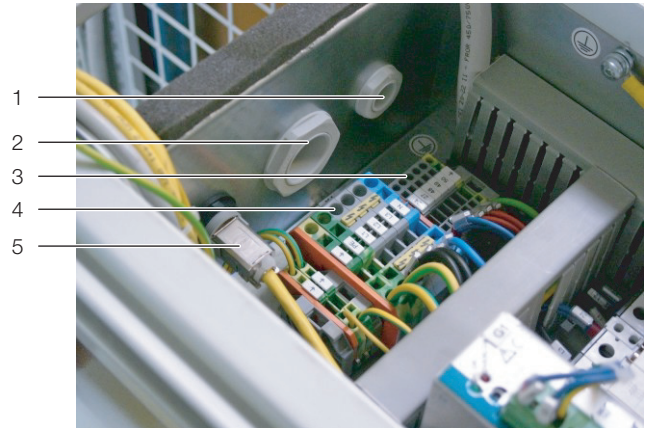

Рис. 25: Клеммы подключения в боксе для электроники
- Если Вы хотите включать и отключать LCP DX с помощью удаленного выключателя: в боксе для электроники удалите перемычку между клеммами 24 и 27 ("Remote On-Off") и подключите к ним удаленный выключатель (нормально разомкнутый контакт, рис. 25, поз. 3). Если контакт между клеммами 24 и 27 отсутствует (не замкнут), на дисплее появляется статусное сообщение "Din-Off".